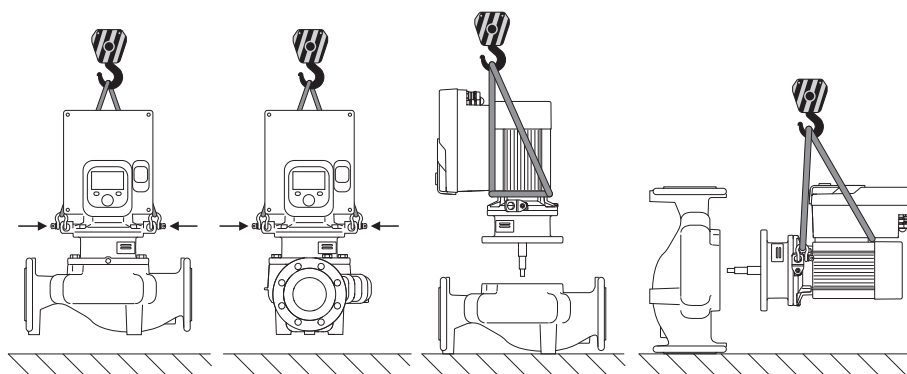

Fig. 6: Dispositivo di sollevamento della pompa singola
Il trasporto della pompa deve essere eseguito mediante mezzi di sollevamento e movimentazione di carichi omologati (puleggia, gru ecc.). I mezzi di sollevamento e movimentazione di carichi devono essere fissati sugli occhioni di trasporto previsti sulla flangia motore. Se necessario, far scorrere gli anelli di sollevamento sotto la piastra di adattamento (Fig. 6/7). Assicurare la pompa affinché non possa ribaltarsi.
1. Non rimuovere i due occhioni di trasporto (Fig. I, pos. 30) sulla flangia motore.
2. Per sicurezza, fissare il set di innesto (Fig. 4) agli occhioni di trasporto servendosi di mezzi di sollevamento adeguati. Per evitare che l'unità si ribalti, prevedere una cintura attorno al motore e all'adattatore del modulo elettronico, come illustrato nella Fig. 6. Evitare di danneggiare il modulo elettronico durante il fissaggio.
3. Allentare e rimuovere le viti (Fig. I/II/III, pos. 29).